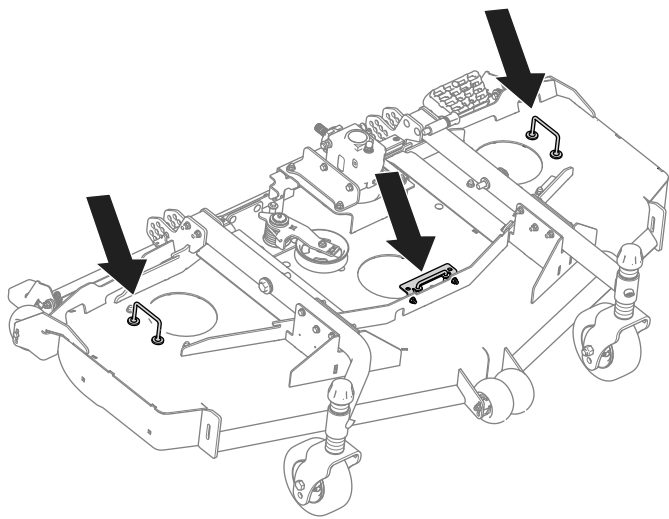

Figura 6
- Retire os suportes da cobertura da correia existentes (Figura 6) da unidade de corte.